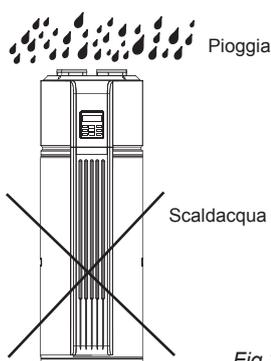

Fig. 3-9
- Se la pioggia bagna i componenti interni dell'apparecchio, questi si potrebbero danneggiare o comportare pericoli per le persone. (Fig. 3-9)